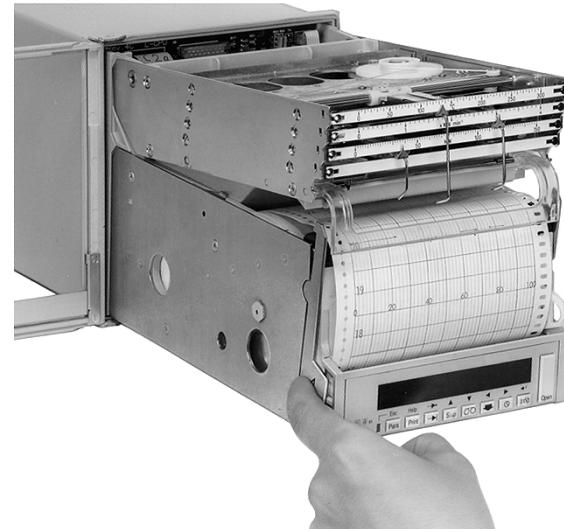
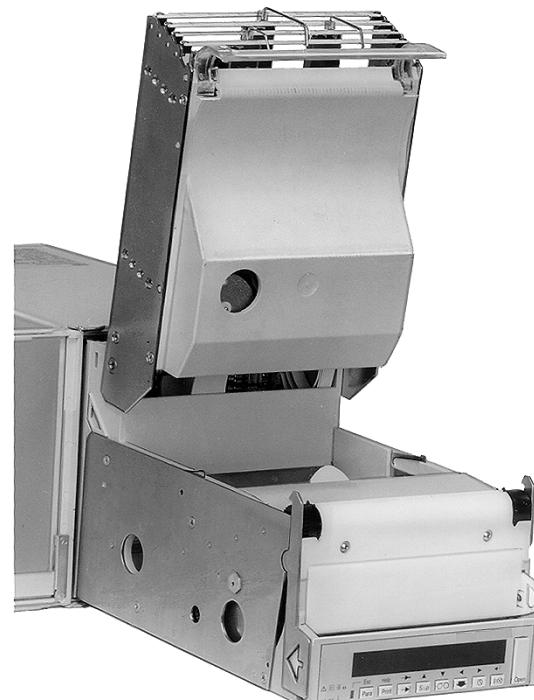

Bild 8 Schreibtisch für Faltstreifen
Bild 9
2. Meßsystemträger entriegeln und bis zum Anschlag aufklappen (siehe Bild 8 und Bild 9).